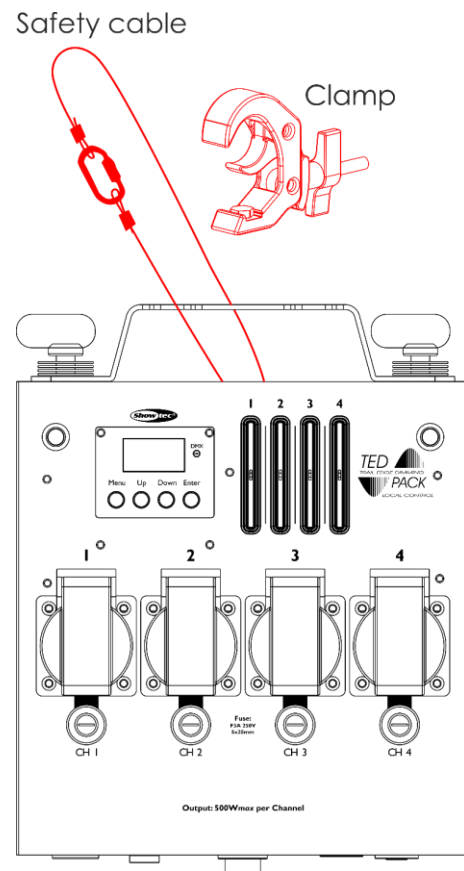

Abb. 09
- 02) Bringen Sie die Halbkupplung wie in Abb. 09 an. Verwenden Sie nur eine Halbkupplung, die dazu geeignet ist, das Gerät an einer Traverse zu befestigen.
- 04) Sichern Sie das Gerät mit einer Sekundäraufhängung, z. B. einem Sicherheitskabel. Stellen Sie sicher, dass die Sekundäraufhängung das 10-fache Gewicht des Geräts tragen kann. Wenn möglich, sollte die Sekundäraufhängung unabhängig von der Primärhalterung an der Tragstruktur befestigt werden. Führen Sie das Sicherheitskabel durch den **Sicherheitsring (18)** wie in Abb. 09 gezeigt.